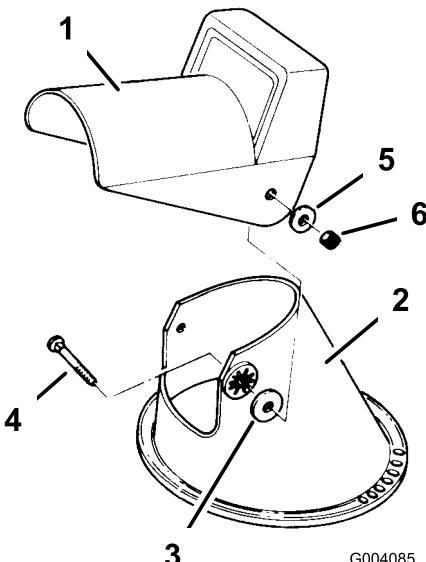

Figura 6
1. Posizionate il deflettore del camino sul camino di scarico e allineate i fori di montaggio (Figura 6).
2. Inserite una rondella di gomma tra il deflettore del camino ed il camino di scarico, da ciascun lato, sempre mantenendo allineati i fori (Figura 6).
Nota: Accertate che lo spallamento quadrato dei bulloni a testa tonda sia allineato alla sezione quadrata interna del camino di scarico. Posizionate le rondelle metalliche all'esterno del deflettore del camino, come illustrato in Figura 6. Non serrate troppo i bulloni.